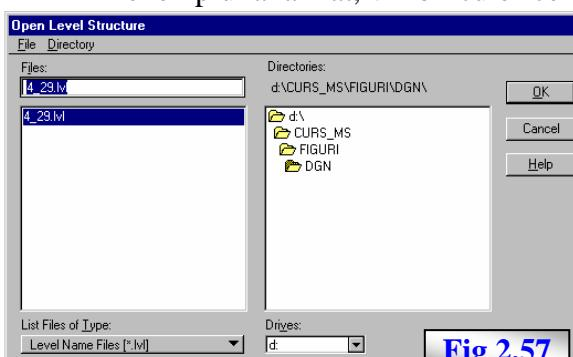

Fig 2.57
- = **Open** – care activează fereastra **Open Level Structure**, fig. 2.57, al cărei scop este importul în desenul curent a unei straturi de straturi de desenare și grupuri predefinite și salvate anterior din același desen sau din alt desen; pentru a preveni reîncărcarea acestei straturi la următoarea deschidere a fișierului, se poate salva atașarea acestuia la fișierul curent prin opțiunea **Save Settings** din bara de meniu **File** a meniului principal MS;